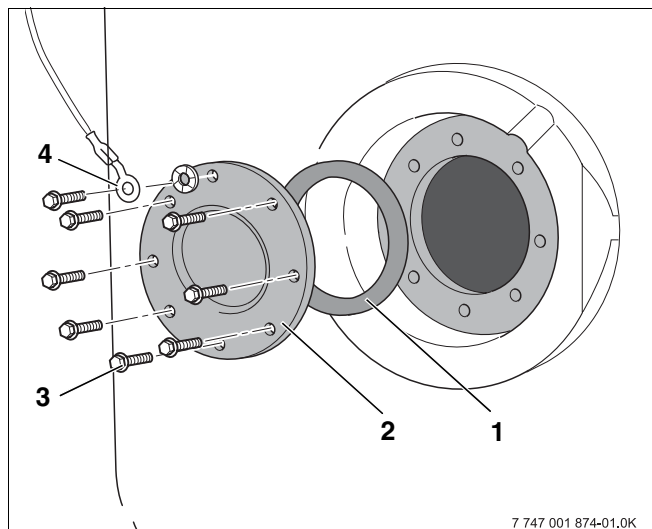

Fig. 14 Montaggio del coperchio d'ispezione
- In seguito alla pulizia, si consiglia di sostituire la guarnizione del coperchio d'ispezione (fig. 14, **pos. 1**), per evitare problemi di tenuta nell'accumulatore di acqua calda.
- Rimontare il coperchio d'ispezione (fig. 14, **pos. 2**) insieme alla guarnizione (fig. 14, **pos. 1**).
- Montare l'occhiello del cavetto di massa (fig. 14, **pos. 4**) con una vite a testa esagonale e con la rondella dentata.
- Montare l'occhiello del cavetto di massa (fig. 14, **pos. 4**) sul coperchio d'ispezione servendosi di una vite a testa esagonale con una buona conduttività elettrica, per assicurare il funzionamento dell'anodo di magnesio.
- Avvitare saldamente a mano le viti a testa esagonale (fig. 14, **pos. 3**) nel coperchio d'ispezione.
- Quindi serrare le viti a testa esagonale (fig. 14, **pos. 3**) con una chiave dinamometrica ad una coppia di 25 – 30 Nm.